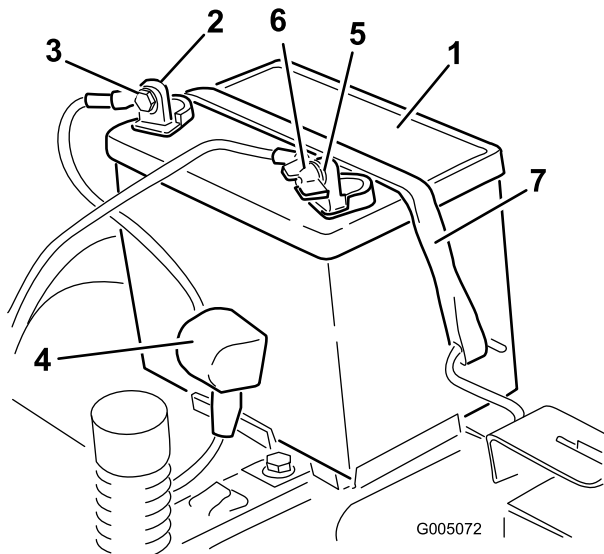

Bild 47
4. Klemmen Sie das Minuskabel (schwarz) vom Batteriepol ab (Bild 47).
6. Klemmen Sie das Pluskabel (Rot) vom Batteriepol ab (Bild 47).
7. Nehmen Sie die Batterieklemme ab (Bild 47) und heben Sie die Batterie aus dem Batteriefach heraus.
1. Setzen Sie die Batterie in das Fach (Bild 47).
5. Befestigen Sie die Batterie mit der Befestigung (Bild 47).